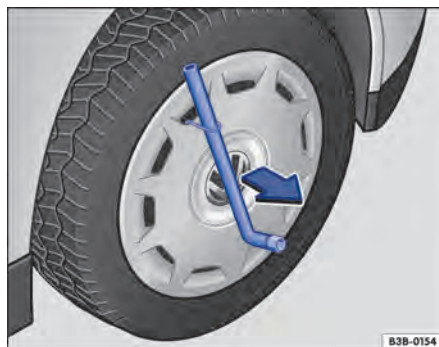

Fig. 217 Retirar a calota integral.
- Passar a chave de roda pelo gancho extrator → Fig. 217 e puxar a calota para fora no sentido da seta.